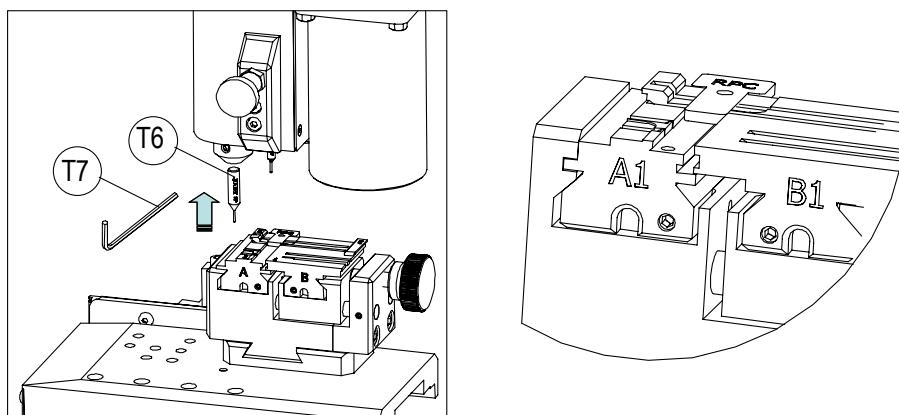

FIG. 24
- 3) Die RPC-Justierplatte in das Spannfutter legen, von der Rückseite der Klemme (Fig. 24)
- 2) Die RPC-Justierplatte in das Spannfutter legen, von der Rückseite der Klemme (Fig. 24)